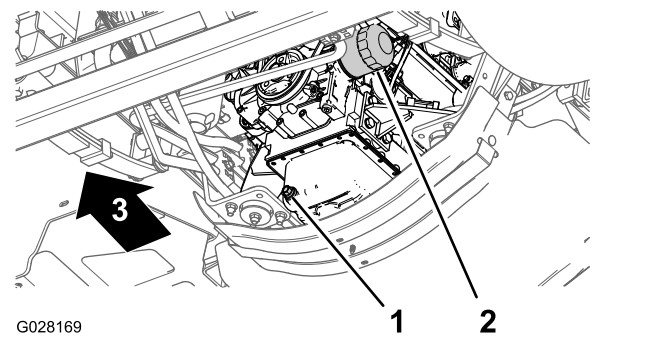

Figure 111
3. Coloque un recipiente de drenaje debajo del filtro de aceite del motor (Figure 111).
4. Retire el filtro de aceite usado (Figure 111).
8. Instale el filtro de aceite en el adaptador de filtro, gire el filtro de aceite en sentido horario hasta que la junta de goma entre en contacto con el adaptador del filtro, luego apriete el filtro media vuelta más (Figure 111).
1. Coloque un recipiente debajo del tapón de vaciado (Figure 111).
2. Retire el tapón de vaciado (Figure 111) y deje que el aceite se drene completamente.